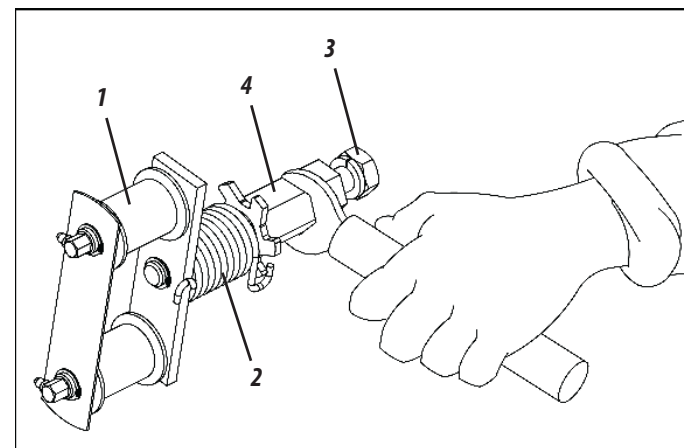

Figura 66
01 - El estirador (1) es dotado de resorte de torsión (2) para mayor flexibilidad del mismo. Si fuera necesario mayor presión en el estirador, suelte la tuerca interna (3) del mismo, gire el eje (4) pasando el enganche del resorte (2) para el otro diente de la roseta del eje y reajuste nuevamente la tuerca interna (3), según muestra la figura 66.